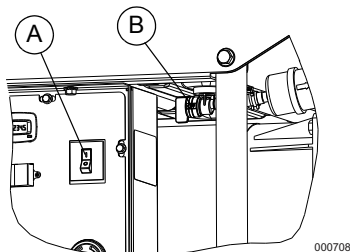
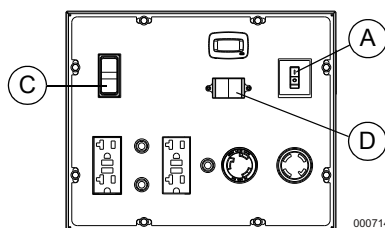

Figure 3-2. Commutateur du disjoncteur principal et robinet de carburant
Figure 3-4. Commutateur de marche et d'arrêt du moteur
3. Mettez le commutateur du disjoncteur principal à la position Arrêt (A). Voir la Figure 3-2.
4. Ouvrez le robinet de carburant (B). Voir la Figure 3-2.
6. Voir la Figure 3-4. Sur le tableau de commande, mettez le commutateur de marche et d'arrêt du moteur à la position Marche (C).
1. Laissez le moteur fonctionner pendant au moins dix secondes, puis mettez le disjoncteur principal à la position Marche (A). Voir la Figure 3-2 ou la Figure 3-4.
2. Sélectionnez la tension nominale au moyen du commutateur de tension (D). Voir la Figure 3-4.
1. Mettez le commutateur du disjoncteur principal à la position Arrêt (A). Voir la Figure 3-2 ou la Figure 3-4.
4. Ouvrez le robinet de carburant (A). Voir la Figure 3-2.
7. Appuyez sur le commutateur de démarrage du moteur (C) et maintenez-le enfoncé jusqu'à ce que le moteur démarre. Voir la Figure 3-4. Relâchez le commutateur de démarrage si le moteur ne démarre pas au bout de cinq secondes. Revoyez la procédure de démarrage avant de tenter de démarrer le moteur. Si le problème persiste, consultez la section « Dépannage. »
9. Sélectionnez la tension nominale au moyen du commutateur de tension (D).